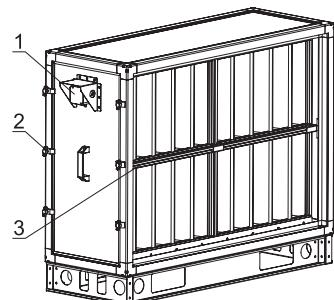

Рисунок 9
При замене фильтрующей вставки (рис.9) необходимо отвернуть прижимы (2), демонтировать съемную панель со стороны обслуживания, потянуть вставку за корпус рамки (3) и извлечь.